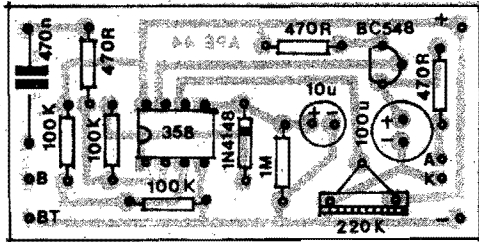

Fig. 3
- FIG. 3 - O CHAPEADO DA MONTAGEM - Agora a plaquinha é vista pelo lado não cobreado, com os componentes já posicionados... Todas as peças estão claramente identificadas pelos seus "nomes de código", parâmetros, valores e indicadores de polaridades e terminais... Assim, basta um pouco de atenção, para que tudo fique certinho... Obviamente que os componentes polari-